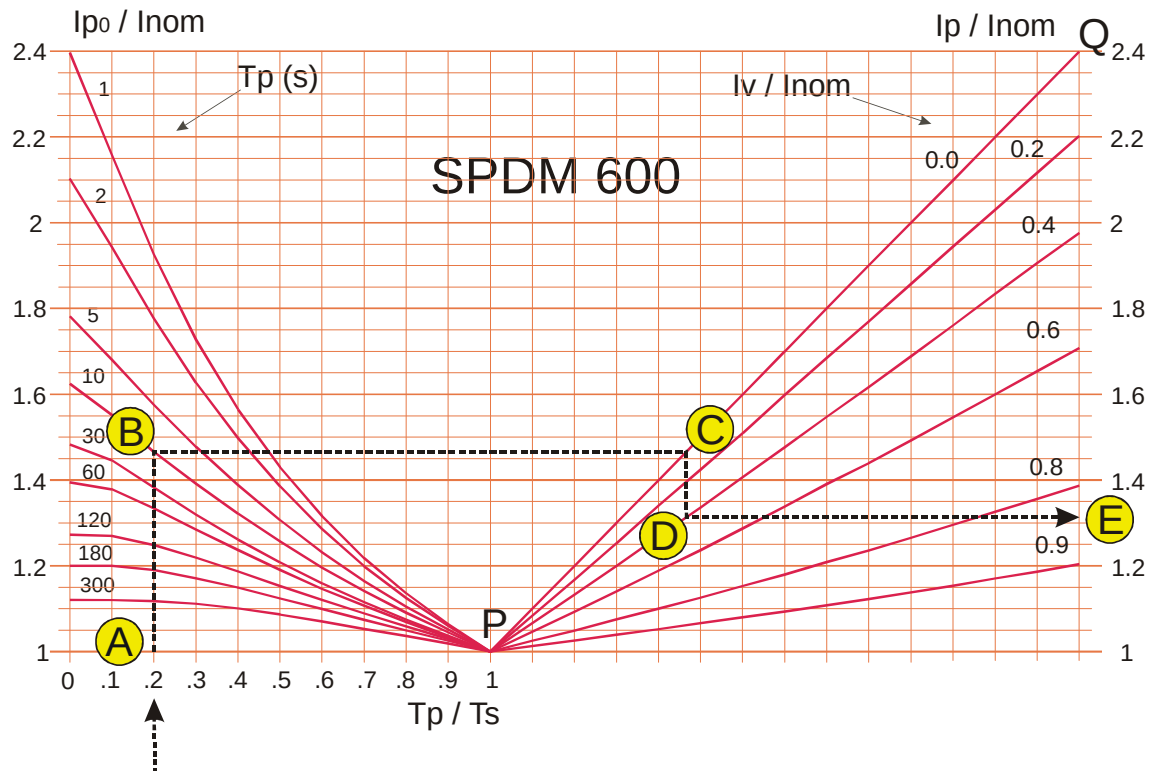

Figura 4
Ad ogni taglia di convertitore corrisponde una famiglia di curve, rappresentate in un diagramma; in figura 4 si vede, come esempio, il diagramma relativo al convertitore SPDM 600, (corrente nominale $I_{nom} = 600$ A). Il diagramma viene normalmente usato per ricavare il valore di I_p partendo dai valori noti di I_{nom} , I_v , T_p , T_s , nel modo seguente:
- nell'esempio di figura 4: